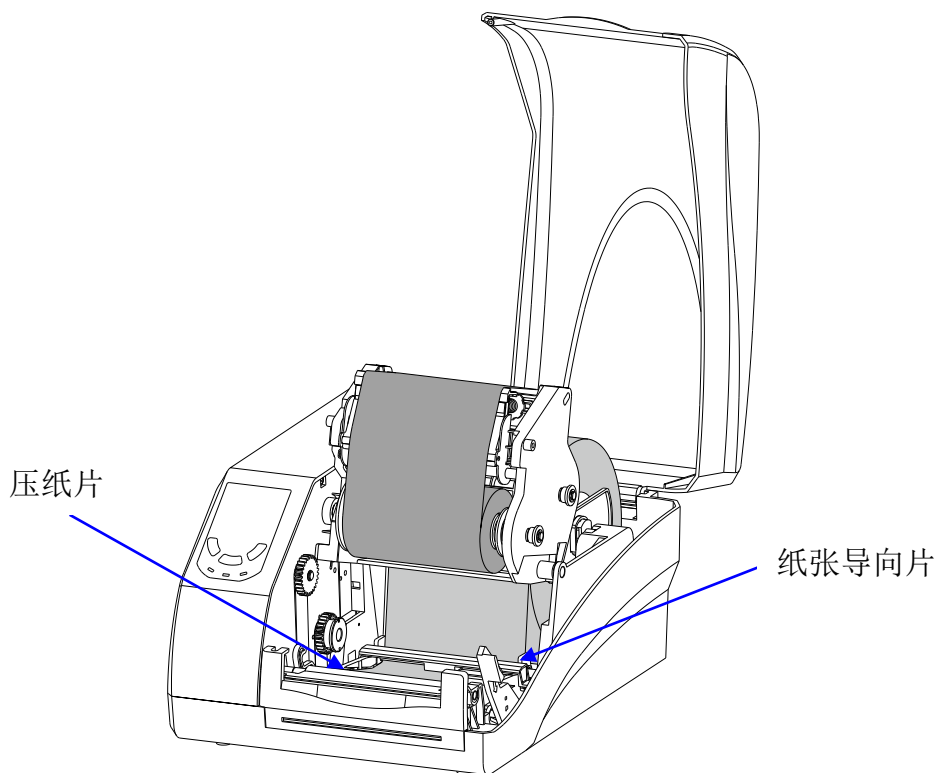

图 2-13
3. 抬起打印模组，将标签纸依次穿过纸张导向杆下方、穿透式纸张探测器下方，然后送至纸张导向片前端的压纸片下，将两个纸张导向片靠紧标签纸，但不能挤压使其变形，如图 2-13 所示。